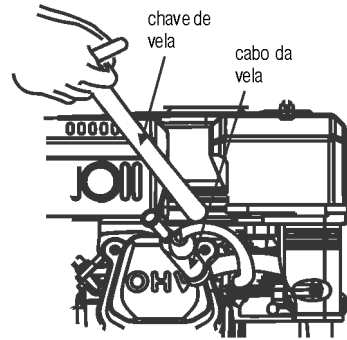

Fig. 13 – Removendo a vela
- Com auxílio de uma chave de vela (não acompanha), remova a vela (Fig. 13).